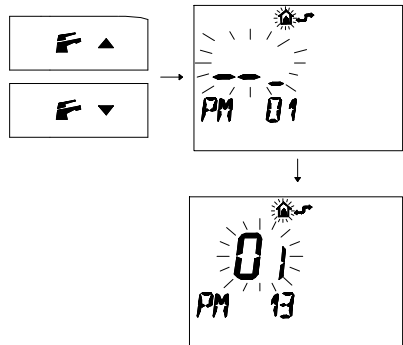

fig. 5.52
- 3 Premere i pulsanti o per visualizzare la programmazione "PM 13" modo pompa (fig. 5.52)